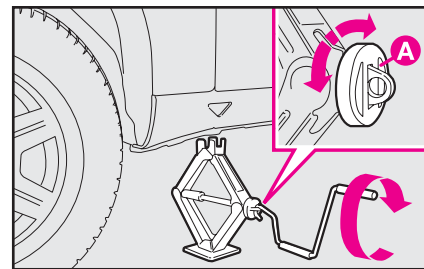
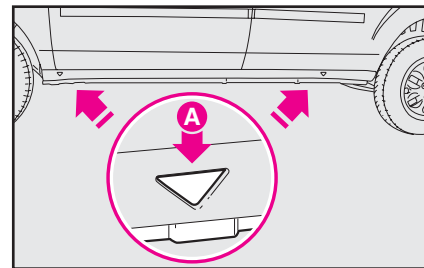

fig. 7
fig. 8
10) Azionare il volantino di manovra **A-fig. 7** del cric, in modo da aprirlo parzialmente, quindi posizionarlo sotto il veicolo in corrispondenza dei riferimenti **A-fig. 8** vicino alla ruota da sostituire.